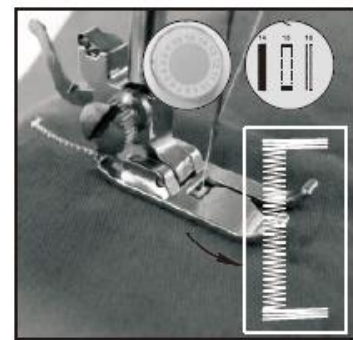

Bild 17
- 4) Välj stygn nummer 8. Starta maskinen och sy 5-6 stygn i låg hastighet och stoppa maskinen (bild 17).